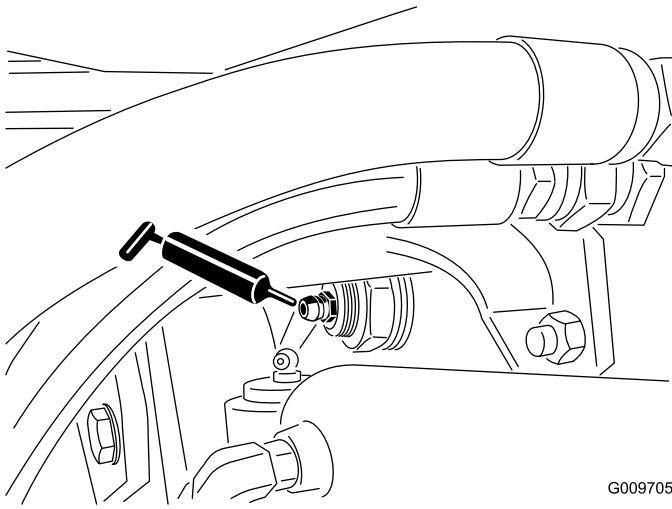

Figura 82
- Articulação do casquilho do eixo traseiro (2) (Figura 82)